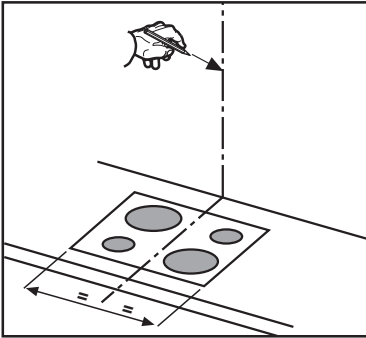

Bild 7
- Mit einem Bleistift, eine Streife an die Wand zeichnen , bis zur Decke, entsprechend der Mittellinie, das wird die Installationsoperationen erleichtern. **Bild 7**